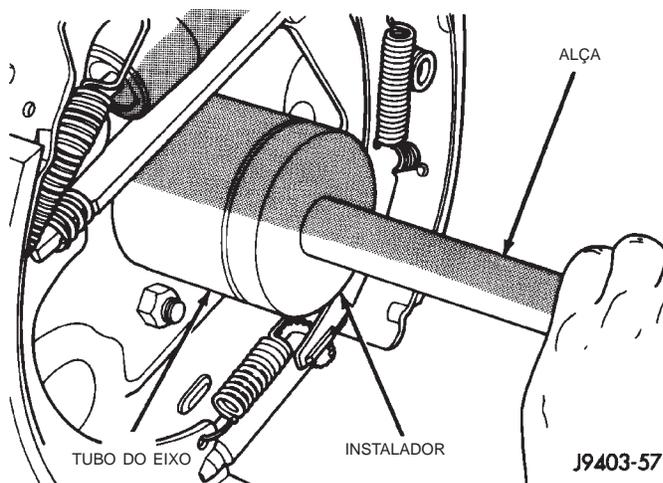

Fig. 13 Instalação da Vedação e do Rolamento do Semi-Eixo
(1) Limpe a cavidade do tubo do eixo. Remova qualquer vedação ou rebarbas antigas do tubo.
(2) Instale o rolamento do semi-eixo com o Instalador C-4198 e Alça C-4171 (Fig. 13). Certifique-se de que o número de peça do rolamento esteja contra o instalador. Verifique se o rolamento esteja instalado